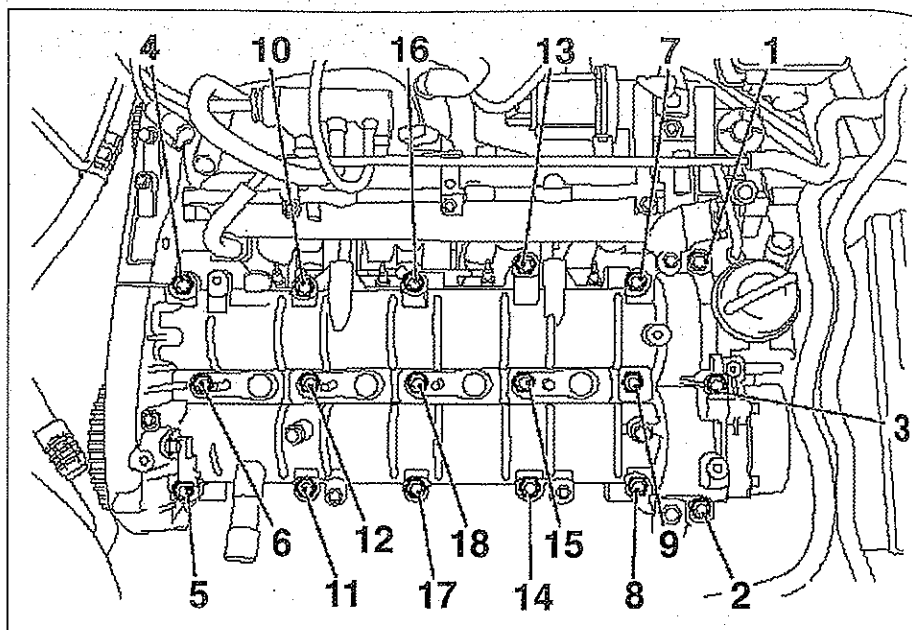

FIG. 27
- Desmontar el cárter de ejes de levas respetando el orden de aflojado de los 18 tornillos (fig. 27).
- desmontar el cárter de ejes de levas respetando el orden de aflojado de los 18 tornillos (fig. 27).